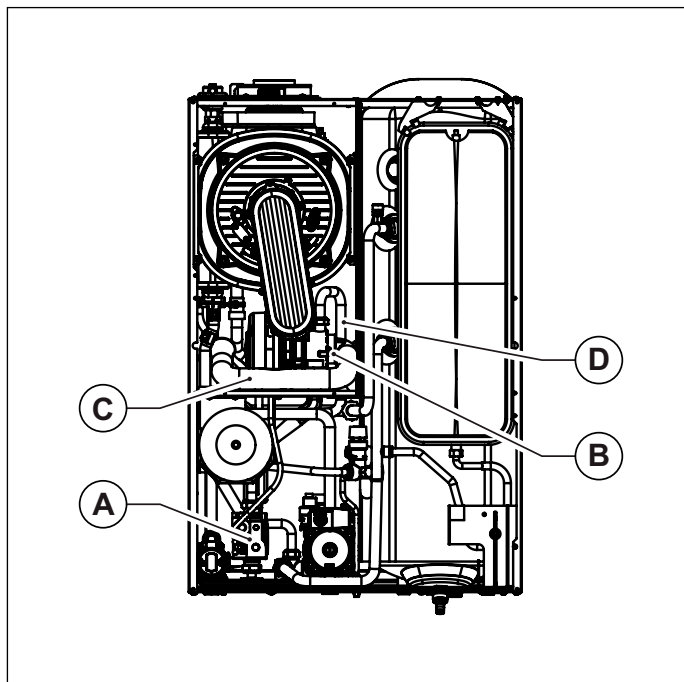

Fig. 26 Marmitta di aspirazione
- Rimuovere la marmitta di aspirazione, avendo cura di svitare prima la vite che la fissa al miscelatore (vedi Fig. 26 Marmitta di aspirazione).
- Scollegare il tubo gas dal miscelatore (vedi Fig. 26 Marmitta di aspirazione).